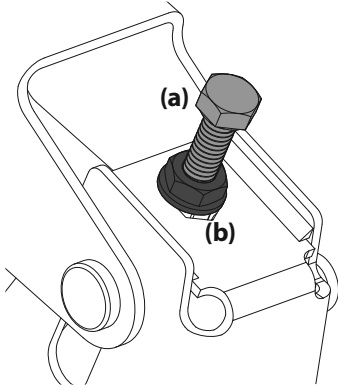

Figura 35
4. Afloje pero no extraiga las contratuerzas (b) en el perno de ajuste. Ajuste el perno de ajuste derecho o izquierdo arriba o abajo según sea necesario hasta que la altura de un lado a otro sea equivalente. Consulte 3. Ubique los pernos de ajuste (a) del lado izquierdo y derecho de la plataforma. Consulte 3. Ubique los pernos de ajuste (a) del lado izquierdo y derecho de la plataforma. Consulte la Figura 35.